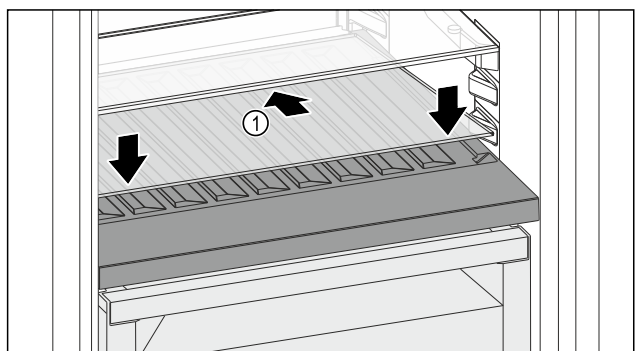

Fig. 110
- ▶ 向后下方倾斜放置玻璃隔板 Fig. 110 (1)。
- ▶ 放低玻璃隔板 Fig. 110 (1) 前部。